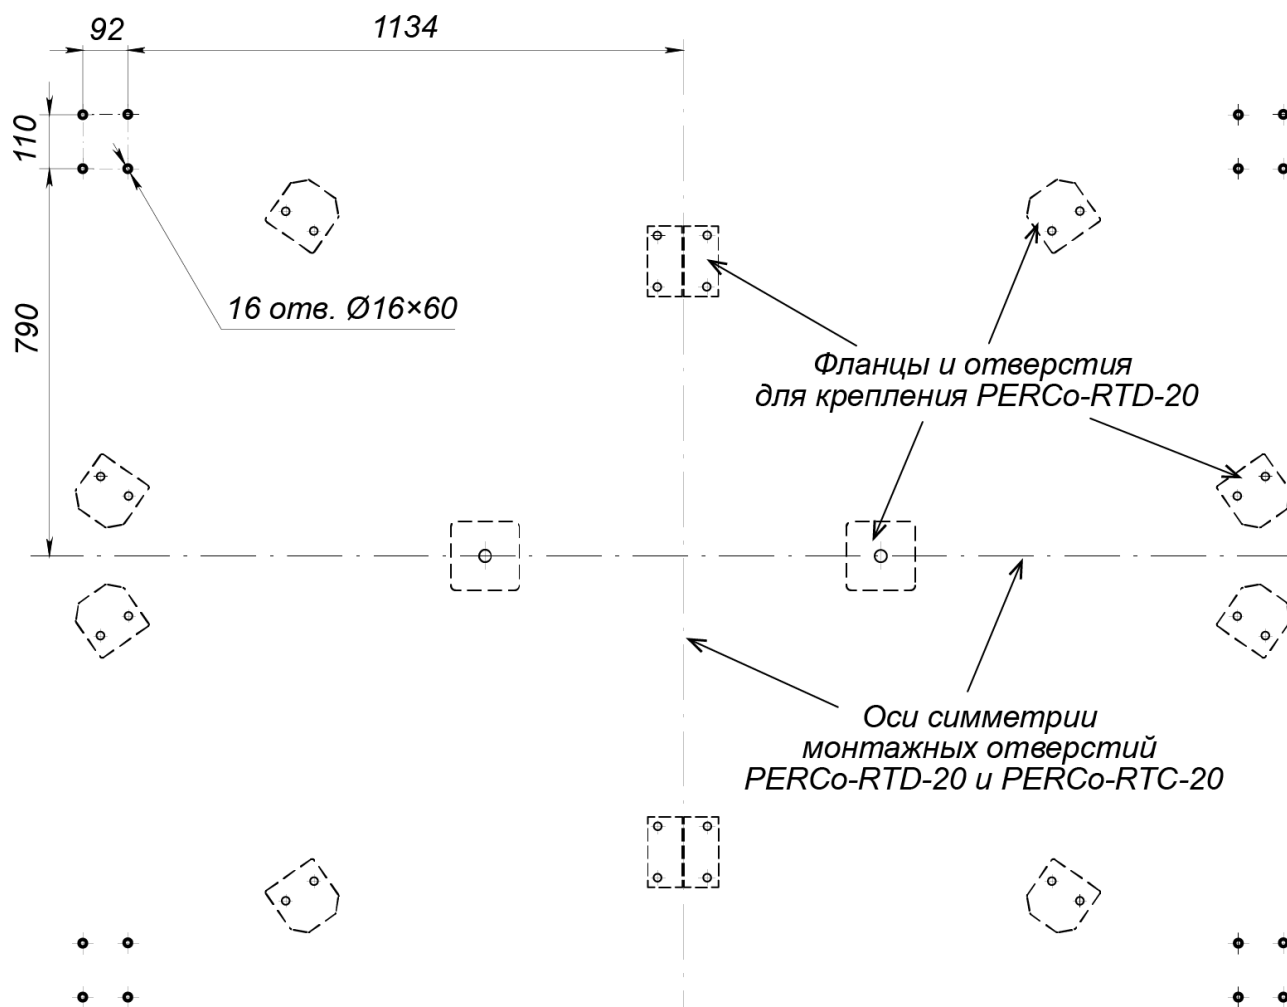

Рисунок 3. Схема разметки отверстий для установки крыши PERCo-RTC-20¹
2. Выполните на установочной поверхности разметку отверстий для монтажа четырех стоек крыши в соответствии с рис. 3. Разметку отверстий для монтажа крыши рекомендуется выполнять одновременно с разметкой отверстий для монтажа турникета. Оси симметрии монтажных отверстий турникета и крыши совпадают (см. рис. 3).